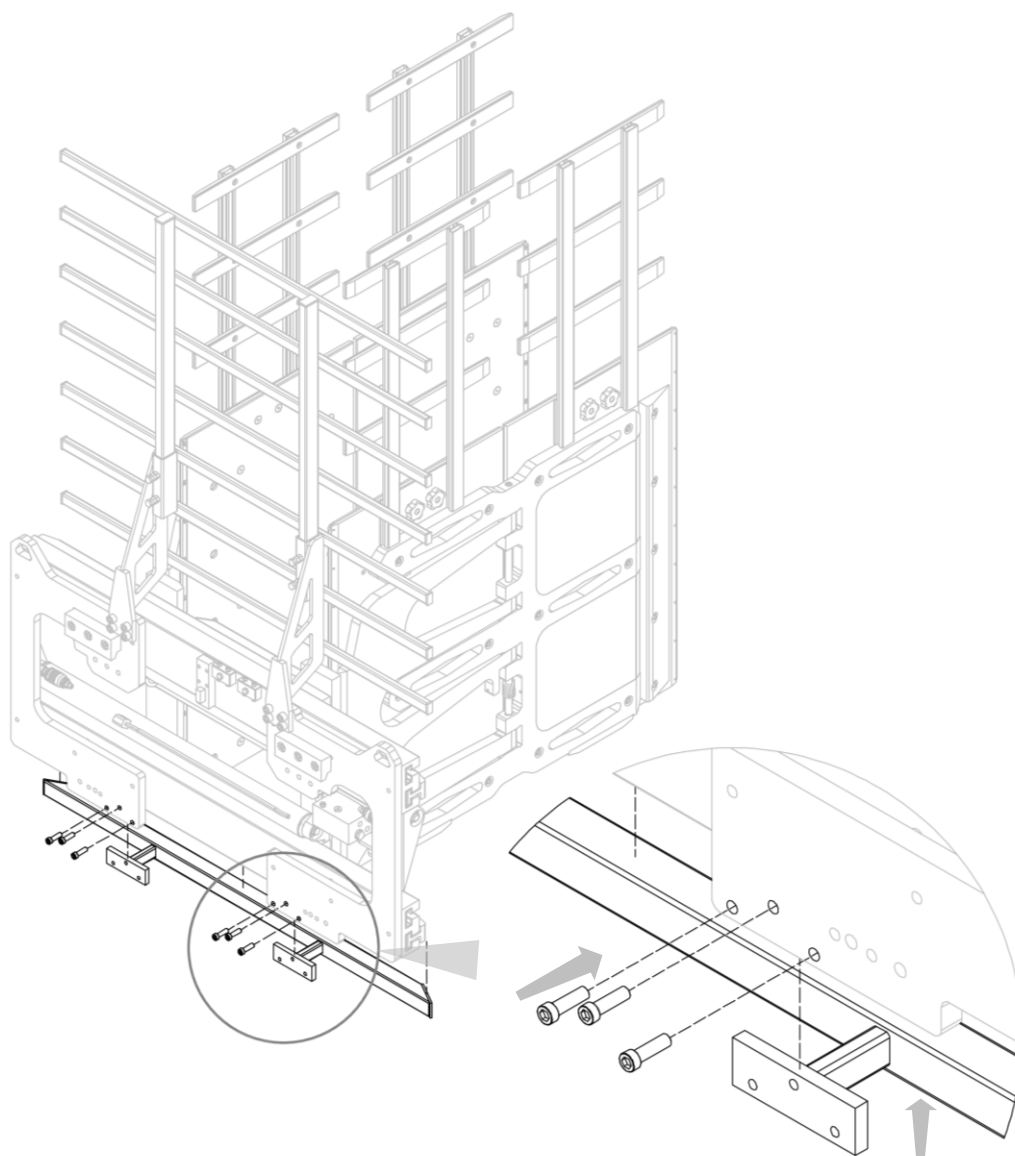

Figura 45
3. Montare il reggicarico inferiore utilizzando le apposite viti (vedi *Figura 45*).